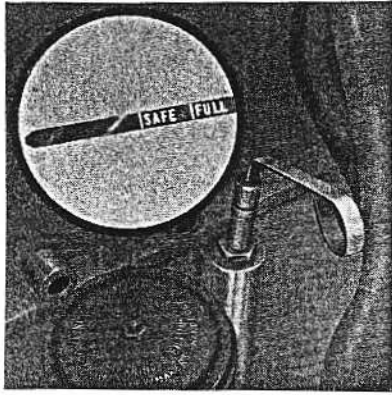

Fig. 10
- b. Trek de peilstok uit (fig. 10) en veeg deze met een **schone** doek af.